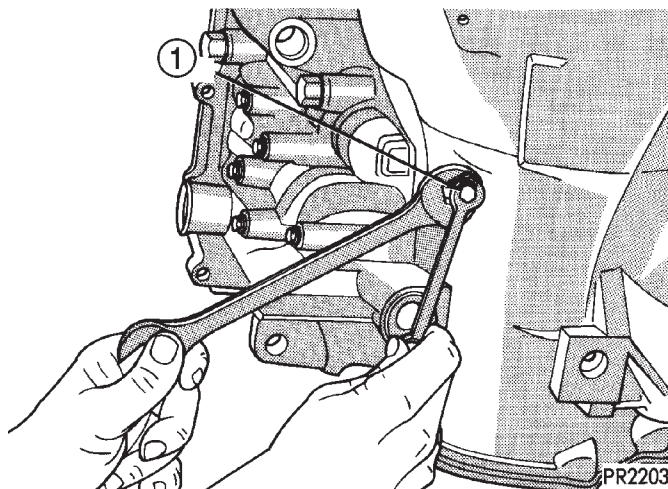

Fig. 68 Ajuste de la correa de retirada
(27) Instale el montante de la correa de retirada.
(28) Apriete el tornillo de ajuste de la correa de retirada (Fig. 68) con una torsión de 8 N·m (72 lbs. pulg.). Retroceda 2 ¼ de vueltas el tornillo de ajuste. Apriete la contratuerca con una torsión de 47 N·m (35 lbs. pie).